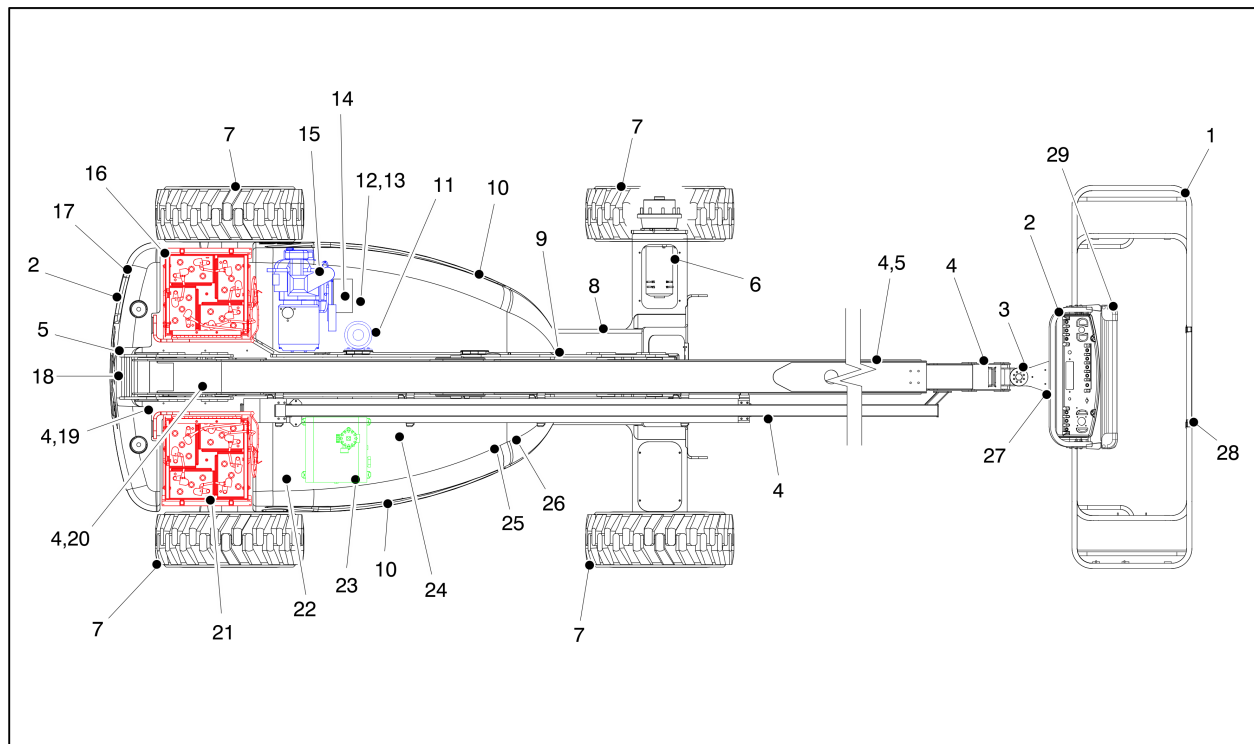
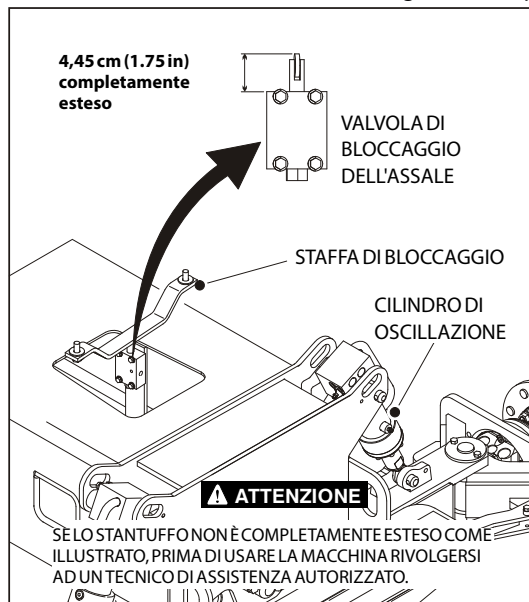

Figura 2-4. Ispezione completa quotidiana – Foglio 1 di 4
Figura 2-7. Ispezione completa quotidiana – Foglio 4 di 4
4. **Ispezione "completa"** – Consultare la Figura 2-4., la Figura 2-5.e la Figura 2-7.